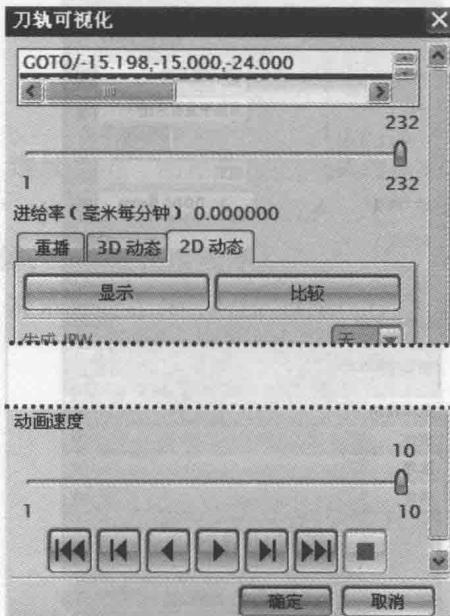
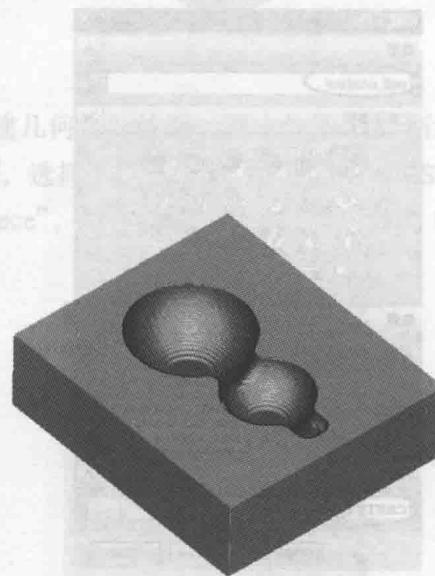

图 1-28 “刀轨可视化”对话框
图 1-29 粗加工实体仿真效果
11) 单击图 1-25 中实体验证按钮 ，系统弹出如图 1-28 所示“刀轨可视化”对话框。选择“2D 动态”选项卡，单击播放按钮 ，粗加工实体仿真效果如图 1-29 所示。